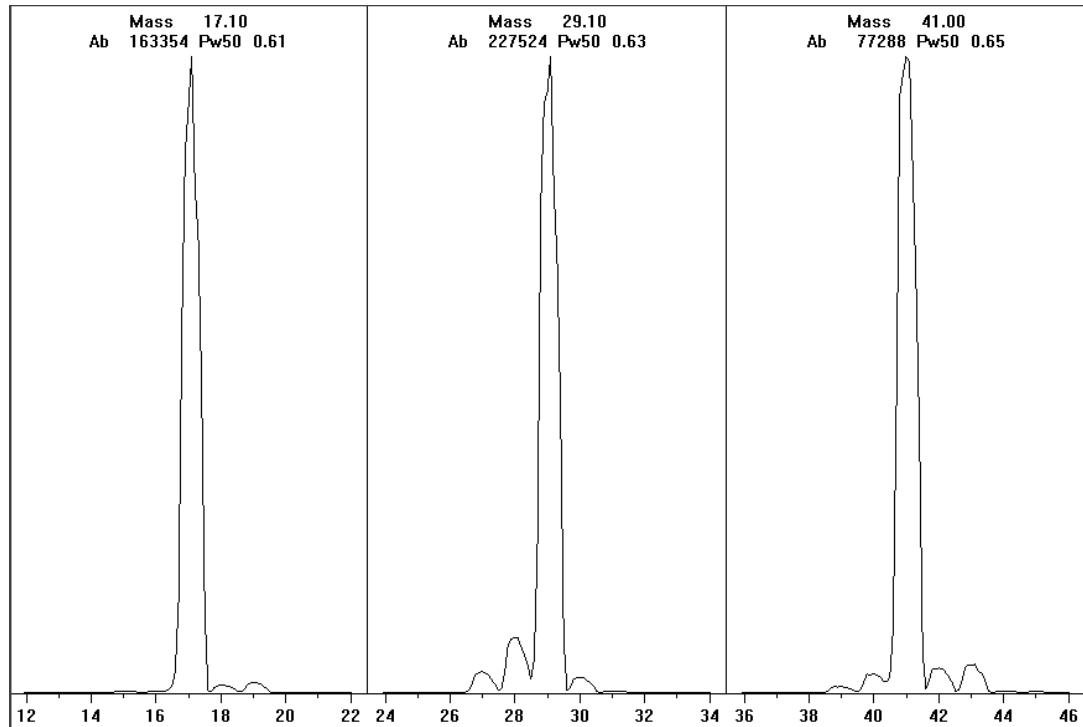

Abb. 29 Darstellungen der Reagensionen
- 5 Überprüfen Sie die angezeigte Profildarstellung der Reagensione (Abb. 29).